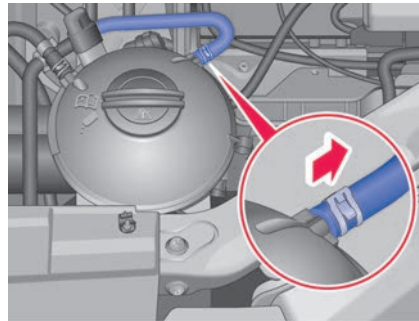

Abb. 196 Im Frontraum: Schlauchanschluss Motorkühlmittelausgleichsbehälter.
3. Klickschelle mit einem geeigneten Werkzeug an der Entlüftungsleitung des Motorkühlmittelausgleichsbehälters lösen → **Abb. 196**.
6. Motorkühlsystem bis zur oberen Schweißnaht des Motorkühlmittelausgleichsbehälters so lange mit Motorkühlmittel befüllen, bis der Motorkühlmittelstand nicht mehr absinkt → **Abb. 196**, → Seite 534.
12. Etwa 2 Minuten warten und dann das Motorkühlsystem nochmal bis zur oberen Schweißnaht des Motorkühlmittelausgleichsbehälters auffüllen → **Abb. 196**.